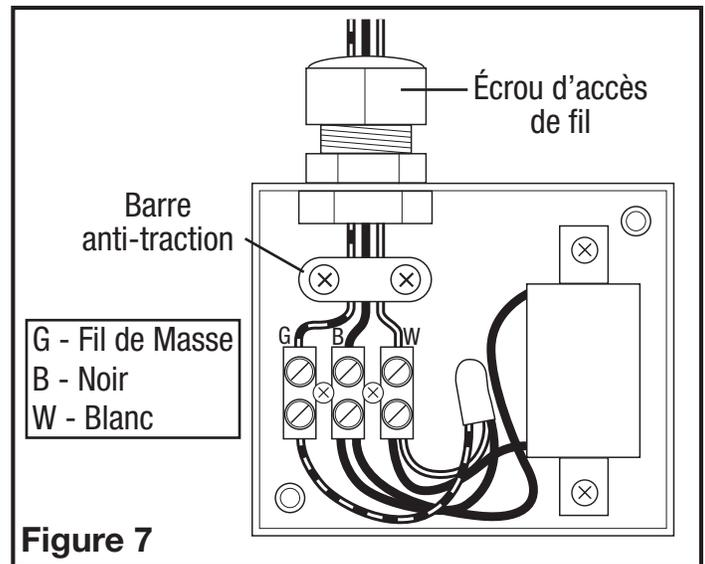

Figure 7
2. Passez les câbles partir d'un interrupteur mural approuvé et de capacité appropriée. Un neutre (blanc) un chaud (fil noir connecté au commutateur) et un de terre (fil vert ou nu). Desserrez la barre anti-traction et passez les fils à travers l'écrou d'accès de fil et l'anti-traction, en veillant à laisser suffisamment de fil pour faire tous les raccordements électriques (**Figure 7**).
3. Insérez le fil blanc de la maison dans le bornier avec le fil blanc et serrez à l'aide d'un petit tournevis régulier. Insérez le fil noir de l'interrupteur mural dans le bornier avec le fil noir et serrez à l'aide d'un petit tournevis régulier. Insérez le fil vert (ou nu) de terre de la maison dans le bornier avec le fil vert et serrez à l'aide d'un petit tournevis régulier (**Figure 7**).
4. Serrez les vis qui retiennent la barre anti-traction en place. Serrez également l'écrou d'accès de fil. Ceci créera un joint d'étanchéité (**Figure 7**).